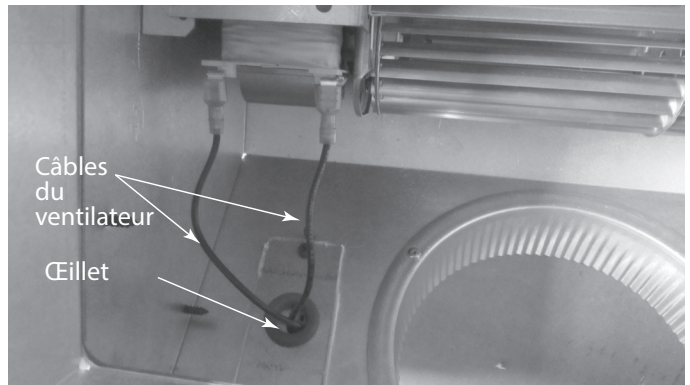

Figure 3.32
- Insérez les fils du ventilateur à travers la bride et dans la boîte de jonction. Voir la figure 3.32.